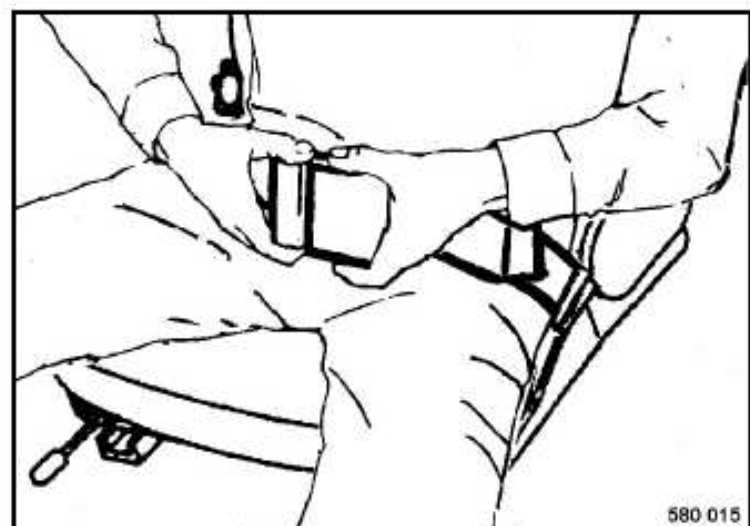

Fig. 47
- Poner el cinturón de seguridad (Fig. 47).